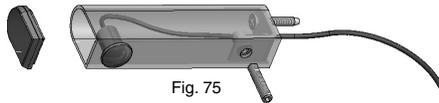

Fig. 75
- Calzare il profilo d'alluminio sulla piastrina di supporto fissata a muro e bloccarlo avvitando il grano M5 fornito nel KIT. (Fig. 75)